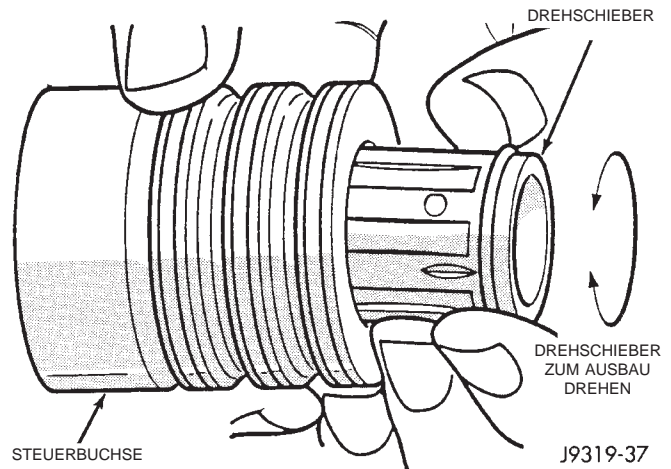

Abb. 13 Drehschieberventil
- (6) Drehschieber durch Drehen und Ziehen ausbauen (Abb. 13).